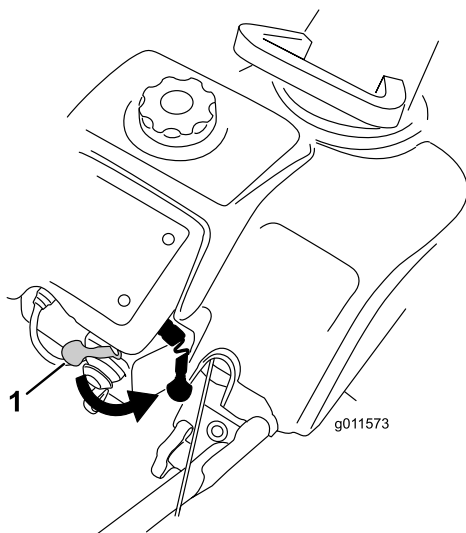
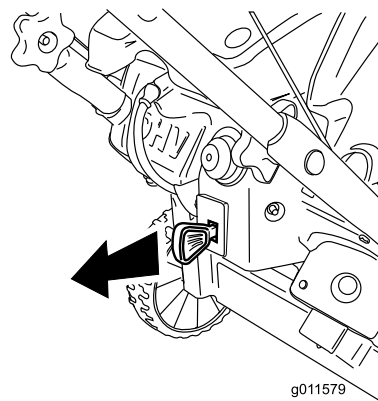

Figure 16
Figure 22
2. Déplacez la manette de starter complètement vers la droite (Figure 16).
Pour arrêter le moteur, tirez sur la clé de contact jusqu'à ce qu'elle s'enclenche en position arrêt (Figure 22) ou déplacez la manette de starter complètement vers la droite (Figure 16).